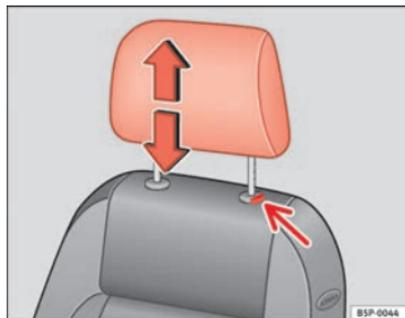

Fig. 68 Regulação ou desmontagem do encosto de cabeça
- Premir o botão ⇒ fig. 68 (seta).